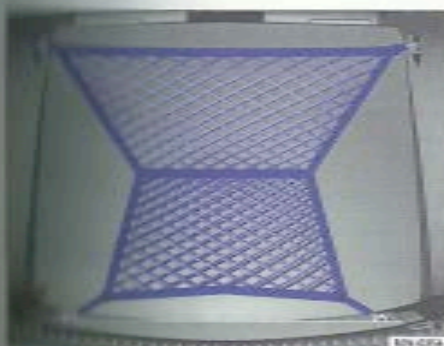

Fig. 96 Dans le coffre à bagages : filet à bagages
- Accrochez les crochets du filet à bagages $\Rightarrow$ fig. 96 dans les œillets d'arrimage $\Rightarrow$  Pendant cette opération, la fermeture éclair du filet à bagages doit être tournée vers le haut.
- Débranchez les crochets du filet à bagages ⇒ fig. 96 des œillets d'arrimage ⇒